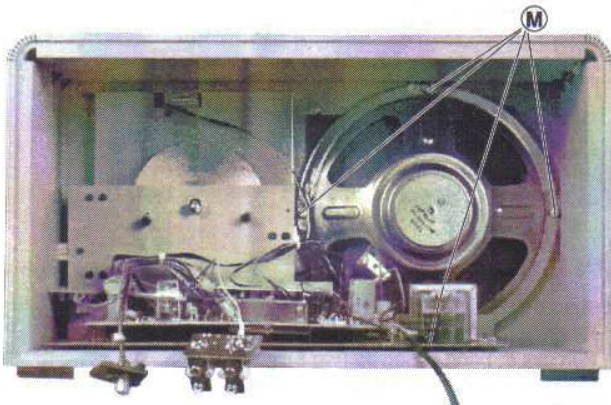

Fig.10
- 4 Schrauben ㉓ (Fig.10) heraus-schrauben.
- Undo 4 screws ㉓ (Fig.10).